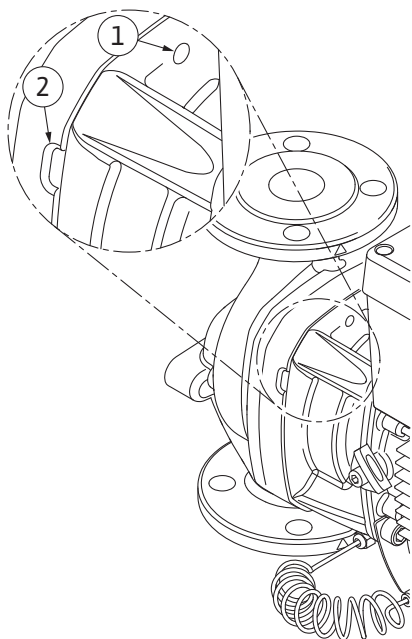

Fig. 104: Gänghål och spår för att avlägsna instickssatsen från pumphuset
För pumptyp (Fig. I och Fig. II) ska de två gänghål M10 (se Fig. 104) användas för detta samt ändamålsenliga skruvar som tillhandahålls på plats (t.ex. M10 x 20 mm). För att ta bort kan även spåren (Fig. 104, pos. 2) användas.